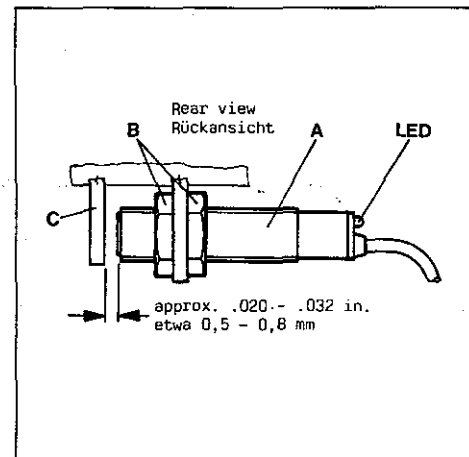

Fig. 65
The proximity switch (A, Fig. 65) prevents the motor respectively the sewing machine from running, when the thread trimmer mechanism is not in its extreme right end position (home position).
Der Näherungsschalter (A, Fig. 65) verhindert das Laufen des Motors bzw. der Nähmaschine, wenn der Fadenabscheidermechanismus nicht in seiner äußerst rechten Endstellung (Ruhestellung) ist.
Set the face of proximity switch (A, Fig. 65) with nuts (B) close to lever (C) until the light emitting diode (LED) lights up. The distance between proximity switch (A) and lever (C) is normally approx. 0.5 to 0.8 mm (.020 to .032 in.). When moving the thread trimmer mechanism about 0.5 mm (.020 in.) from its right end position to the left, the LED must go out and the motor respectively the sewing machine will not start to run when depressing the motor treadle.
Stellen Sie die Stirnfläche des Näherungsschalters (A, Fig. 65) mit Hilfe der Muttern (B) so nahe an den Hebel (C), daß die Leuchtdiode (LED) aufleuchtet. Der Abstand zwischen Näherungsschalter (A) und Hebel (C) ist normalerweise etwa 0,5 bis 0,8 mm. Wenn der Fadenabschneidermechanismus um etwa 0,5 mm aus seiner rechten Endstellung nach links bewegt wird, muß die LED erlöschen und der Motor bzw. die Nähmaschine läuft nicht mehr an, wenn das Motorpedal nach vorne getreten wird.